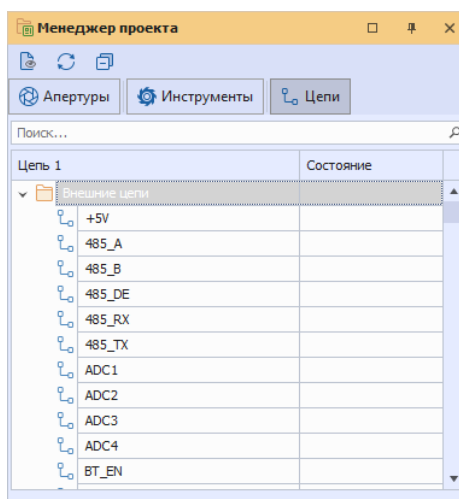

Рис. 20 Вкладка «Цепи»
3. Вкладка «Цели» содержит электрические цепи проекта производства, см. Рис. 20.